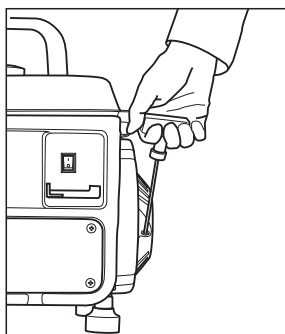

рис. 8
9. Медленно вытащите шнур ручного стартера, а затем быстро потяните его (рис. 8).